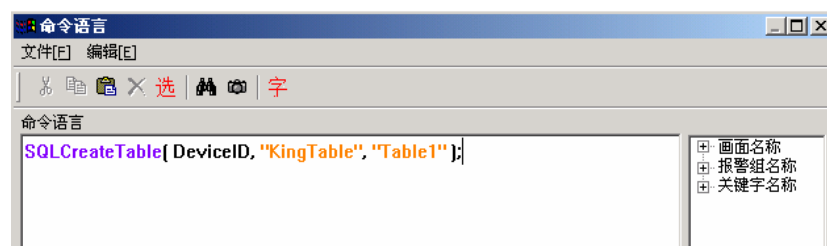

图 9-5 创建数据库表格命令语言
- 2、在按钮的弹起事件中输入如下命令语言，如图 9-5 所示：